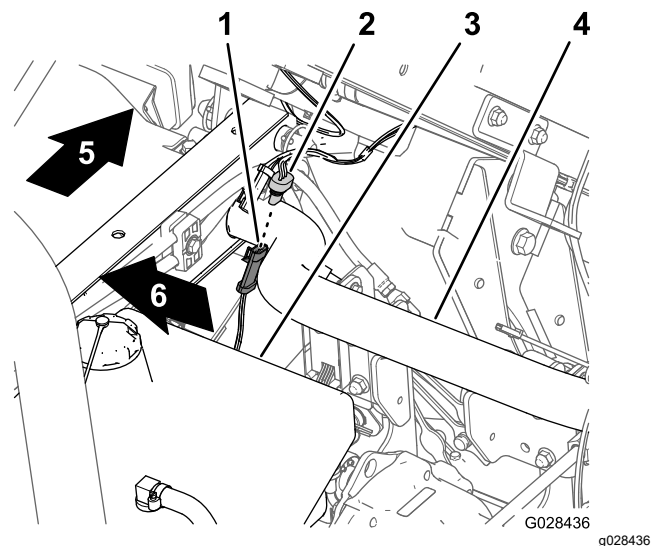

**Figura 16**
2. La transmisia mainii, conectați conectorul cu 3 pini al cablajului mainii pentru senzorul de viteză la conectorul cu 3 mufe al cablajului pulverizatorului pentru senzorul de viteză (Figura 16).